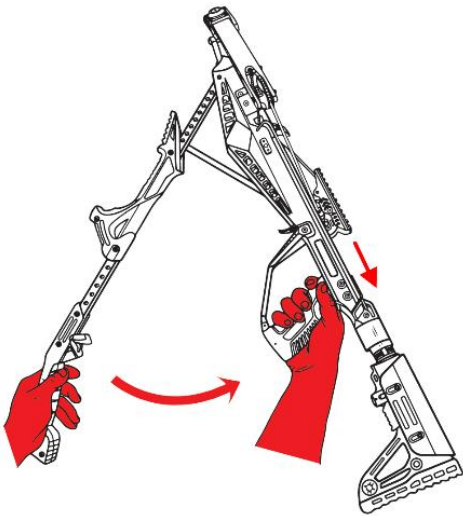
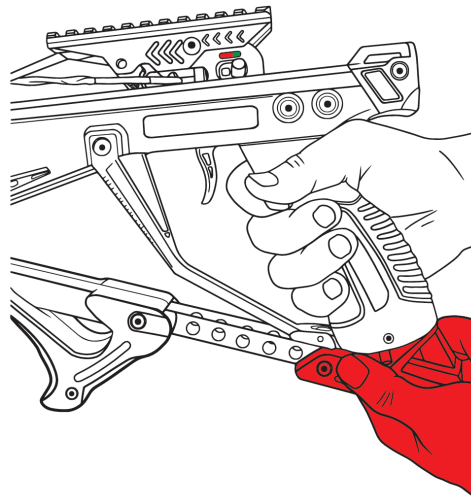

Рис.11
Рис.12
6. Далее, крепко удерживая рычаг, плавно верните его в первоначальное положение (Рис.11). Фиксатор взводного рычага должен прочно сцепиться с рукояткой с характерным щелчком (Рис.12).